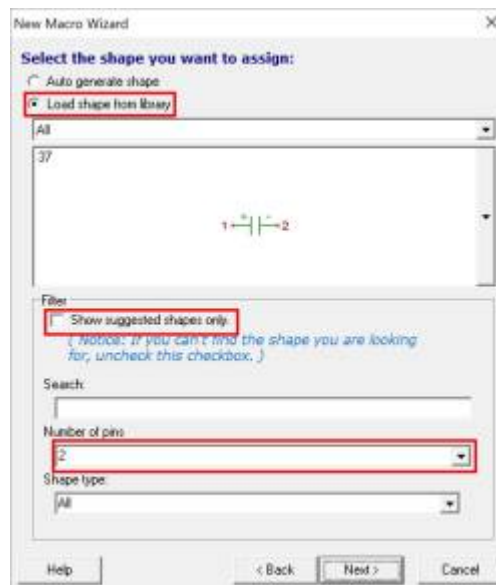

Fig. 4: Macro Wizard: Symbolauswahl
3. Im Macro Wizard - Symbolauswahl (figure 4)